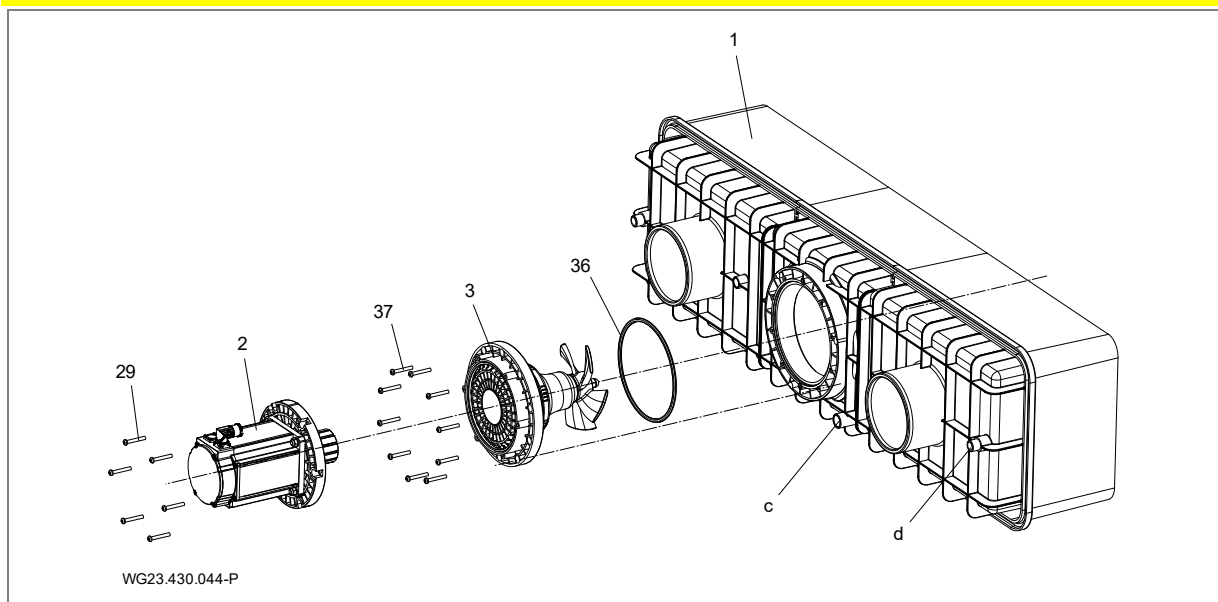

Рис. 16
1. Штуцер для подключения (d, (Рис. 16)) на пластиковом корпусе (1) и гнездо для подключения защитного кабельного шланга (12) обработать очистителем для PVC-U/ABS.
Установка размещается в шахте, граничащей с кромкой бассейна. В помещении для размещения оборудования должна присутствовать надлежащая приточная и вытяжная вентиляция, а также подходящий сливной трап. Должна быть предусмотрена возможность закрепления преобразователя частоты, электрошкафа и защитного кабельного шланга (по возможности выше уровня воды). В шахте должно иметься присоединение для уравнивания потенциалов. См. "Рис. 16" на стр. 22.